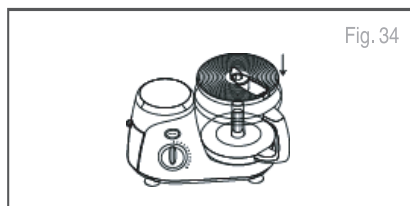

Fig. 34
3. Coloque el disco sujetador de la cuchilla, cubra el eje y presione firmemente para ajustarlo (Fig. 34). El disco sujetador debe estar aproximadamente al mismo nivel que el borde del recipiente.